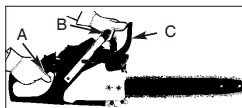

Fig. 10
3. Tag fat i det bageste håndtag (A) med højre hånd (Fig. 10).
4. Hold godt fast i det forreste håndtag med venstre hånd (B) (ikke i KÆDEBREMSEARMEN (C)) (Fig. 10).
5. Tryk speederen 1/3 i bund, og aktiver herefter KÆDEBREMSEARMEN (C) (Fig. 10).